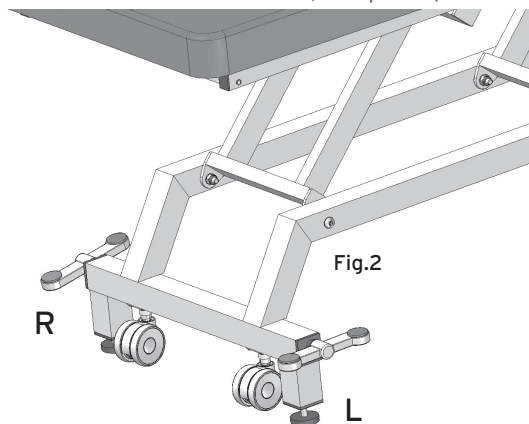

Fig.2
- Proceder al montaje de los estribos de mando de las ruedas (Ref.L), respetando la letra de referencia que se encuentra en cada estribo (L= izquierda, R= derecha), disponiéndolos como en la Fig.2